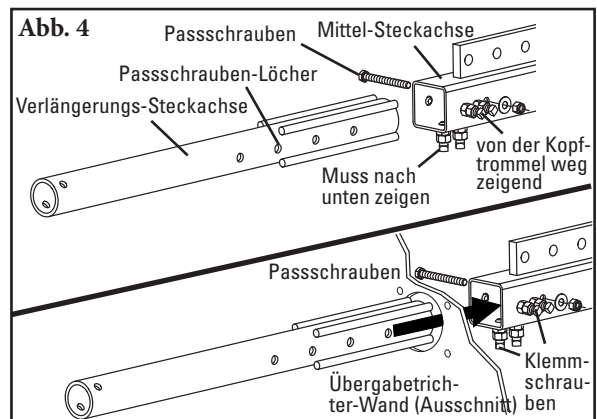

Abb. 4
4. **Die Steckachsen-Verlängerungen an die Steckachse anbauen.** Die Steckachsen-Verlängerungen durch die Löcher im Übergabetrichter in die Mittel-Steckachse schieben und sicherstellen, dass die Klemmschraubenlöcher mit den Löchern in der Mittel-Steckachse ausgerichtet sind. Die Mittel-Steckachse mit der angeschweißten Mutter und den Klemmschrauben - an einer Seite nach unten zeigend und an der anderen Seite von der Kopftrommel weg zeigend - ansetzen (Abb. 4). Die Klemmschrauben lose lassen.